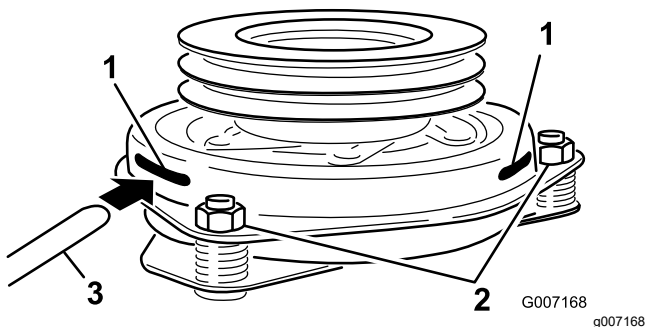

Bild 82
9. Stecken Sie eine Fühlerlehre 0.381 mm bis 0.533 mm durch einen Prüfschlitz in die Seite der Baugruppe (Bild 82).
10. Ziehen Sie die Sicherungsmuttern an, bis die Fühlerlehre etwas fest sitzt, jedoch leicht bewegt werden kann (Bild 82).